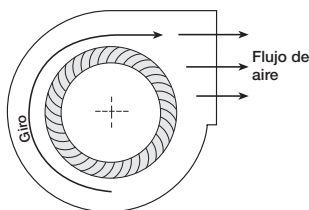

Figura 12
4. Gire el ventilador con la mano para asegurarse de que la rueda no roce el espiral. Si el ventilador se mueve en la dirección equivocada, la unidad moverá un poco de aire, pero no funcionará correctamente. Para verificar el giro, abra el panel de acceso del ventilador, que tiene la etiqueta Supply (Suministro) o Exhaust (Extracción), y haga funcionar el ventilador momentáneamente para determinar el giro. Consulte la Figura 12.